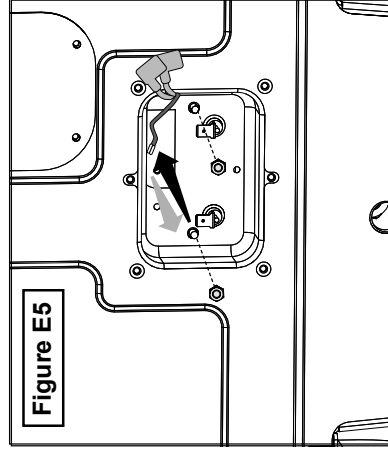

Figure E5
- Remove the two nuts from the element and the ground wire. See Figure E5.
- Attach the ground wire and the two nuts to the element. See Figure E5.
- Enlevez les deux écrous de l'élément et du fil de mise à la terre. Voir la figure E5.
- Fixez le fil de mise à la terre et les deux écrous à l'élément. Voir la figure E5.
- Retire las dos tuercas del elemento y el cable a tierra. Vea la figura E5.
- Conecte el cable a tierra y las dos tuercas al elemento. Vea la figura E5.